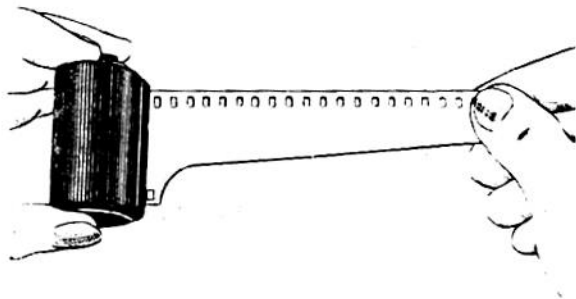

Рис. 9.
2. Вытяните из кассеты конец пленки длиной не более 10 см, обрежьте его аккуратно по форме (рис. 9) или с помощью специального шаблона.
При правильном обрезе пленки (см. рис. 9) срез нижнего перфорированного края делается